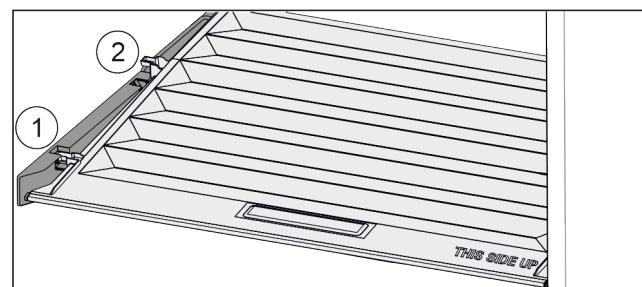

Fig. 135
- Deckel bis zur Öffnung in den Halteteilen nach vorne ziehen Fig. 135 (1).
- Hinten von unten anheben und nach oben wegnehmen Fig. 135 (2).